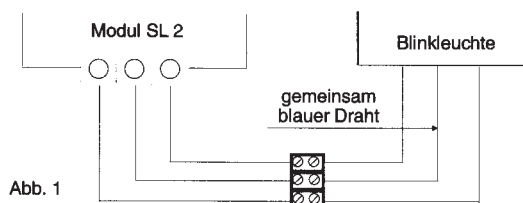

Abb. 1
- Blinkleuchte an die Dreifach-Klemme anschließen. (Abb.1)